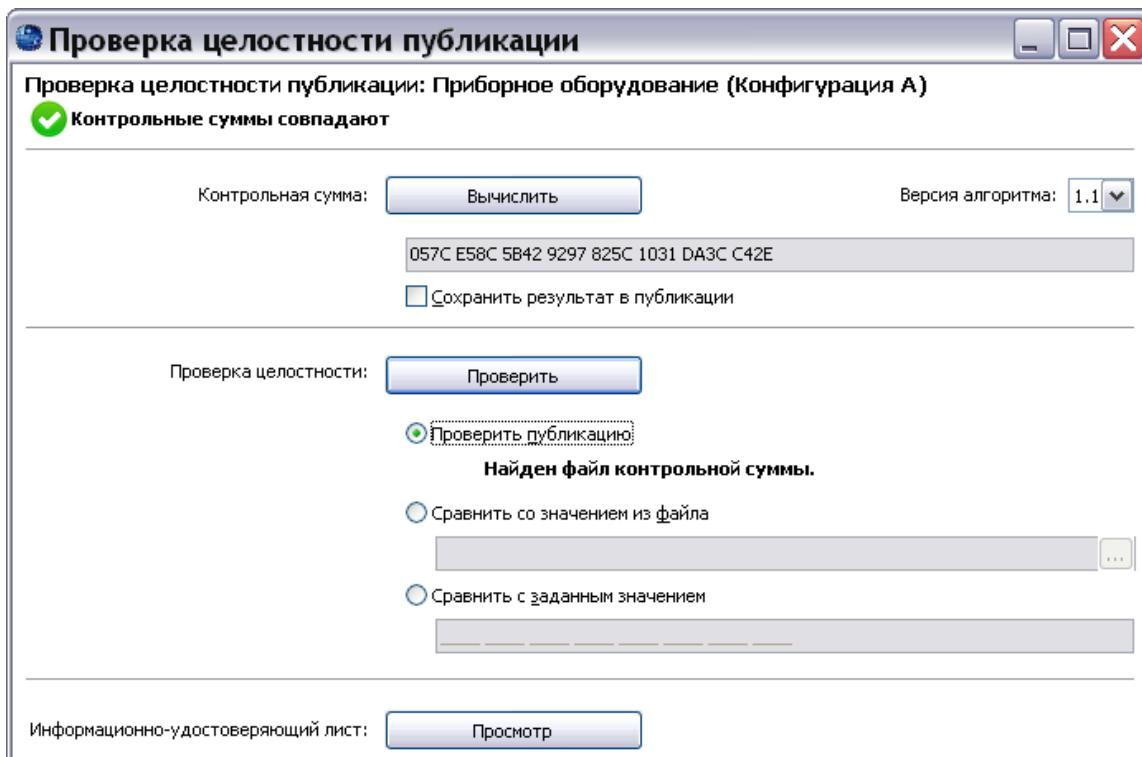
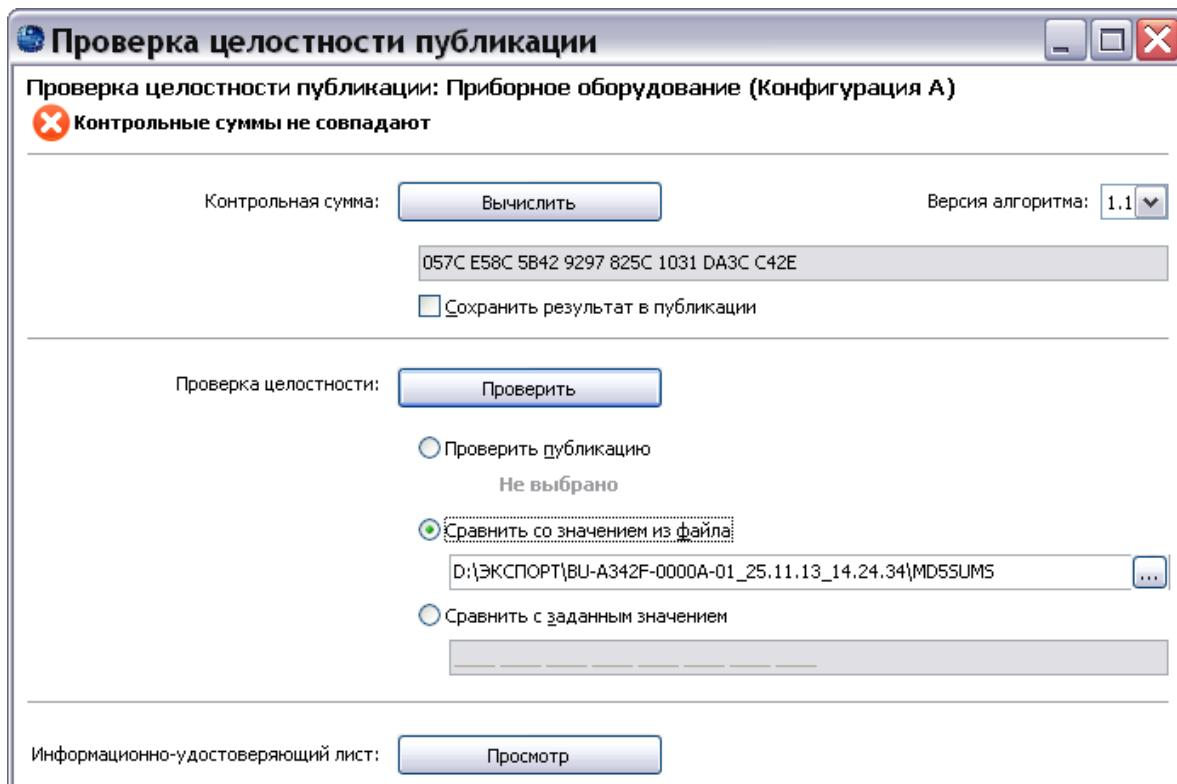

Рис. 196
Рис. 197
5. После выбора параметра нажмите на кнопку **Проверить**. После сравнения вычисленного значения контрольной суммы публикации со значением контрольной суммы, соответствующим выбранному параметру проверки, появится сообщение о результате проверки (Рис. 196, Рис. 197). Если контрольные суммы не совпадают, просматриваемая публикация не соответствует исходной публикации, экспортированной из TG Builder.